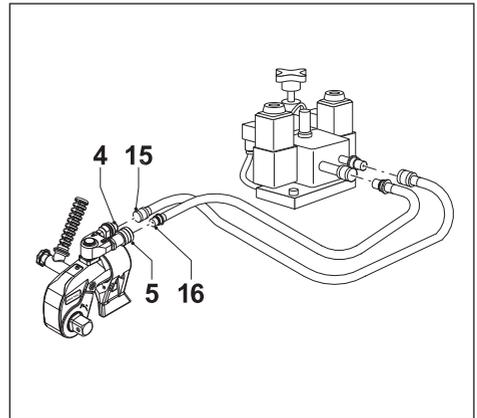

Fig. 7
3.7 Conectar las mangueras (Fig. 7)